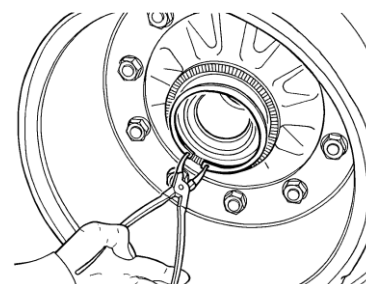

図3
② インナ側の分解。
- ・ダストカバーをスラストワッシャから取外す。 図3